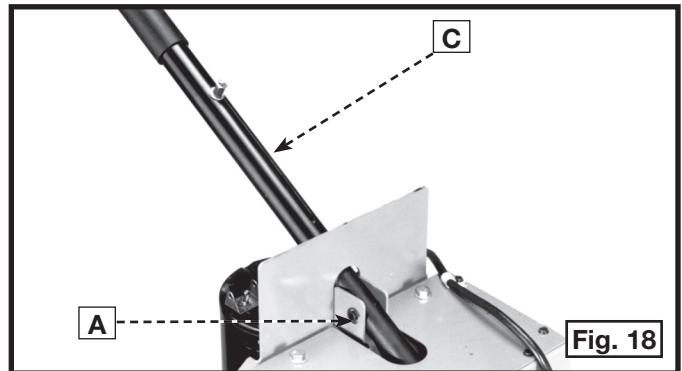

Fig. 18
2. Insérez l'extrémité de la poignée d'utilisation (C), fig. 18, dans le dispositif de la tête et arrimez la poignée en rattachant la goupille de connexion (retirée à l'**ÉTAPE 1**) dans le trou à l'extrémité de la poignée. Replacez la bague de retenue (A).